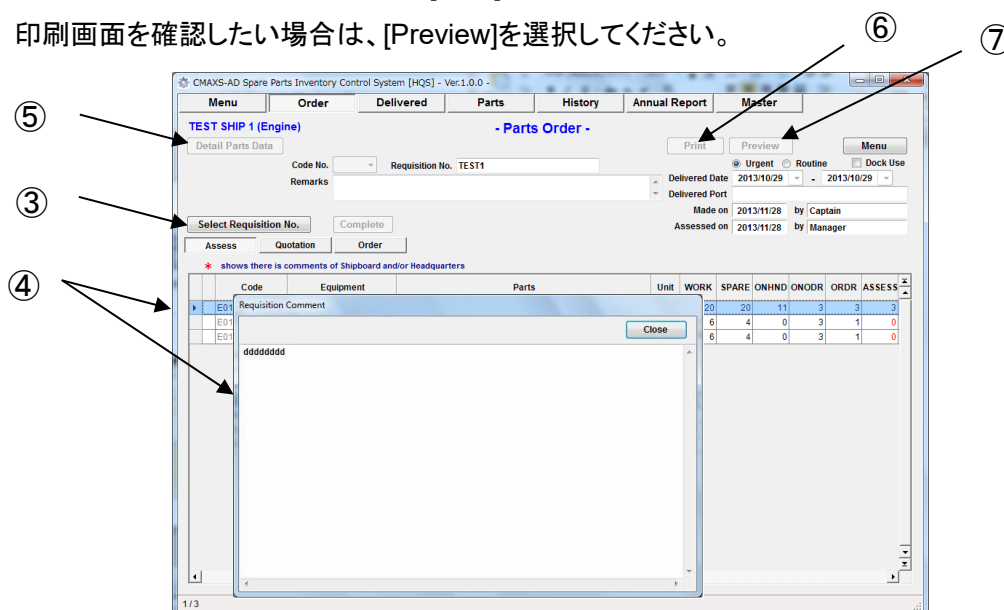

図 7-2 Order 画面
- (2) “Order 画面”(図 7-2)が表示されます。
- (3) 他の受信データから見積書を作成する場合は、[Requisition No.]を選択してください。
- (4) 本船からのコメントがある場合は[\*]マークが画面左に表示されます。